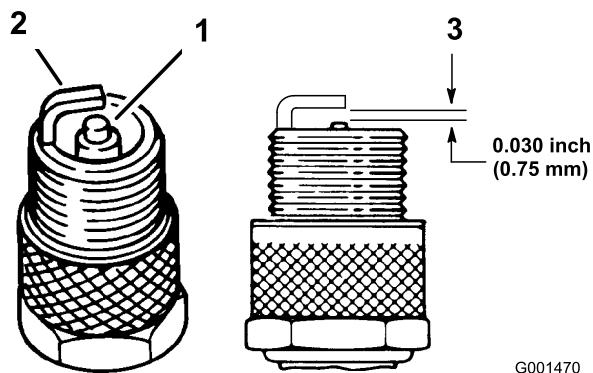

Figure 30
1. Examinez le centre des bougies (Figure 30).
3. Contrôlez l'écartement entre l'électrode centrale et l'électrode latérale (Figure 30).
Remarque: Courbez l'électrode latérale (Figure 30) si l'écartement est incorrect.
3. Connectez les bougies (Figure 30).